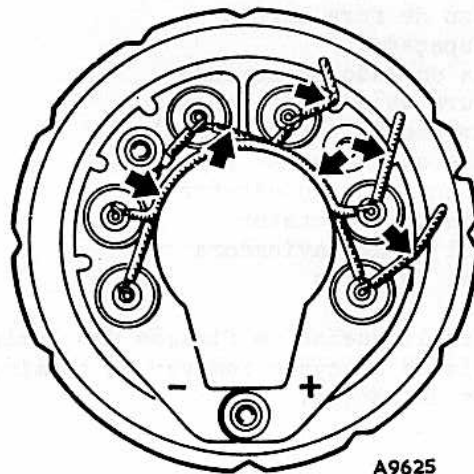

Fig. N.13
- c) As ligações devem ser dispostas à volta da placa de modo a proporcionarem uma folga necessária para o rotor, e fixas com fita adesiva resistente ao calor (Fig. N.13). As três ligações do estator devem passar pelas bocas apropriadas existentes na periferia da placa dos diodos.